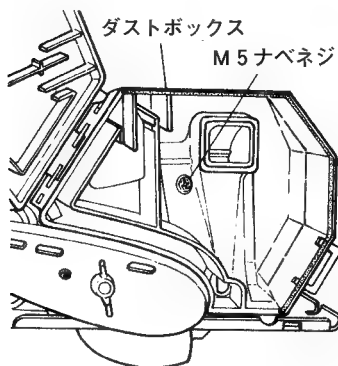

図 22
- (1) ダストボックスのふたを開き、M5ナベネジをゆるめて、ダストボックスを本体から取りはずします。（図22）